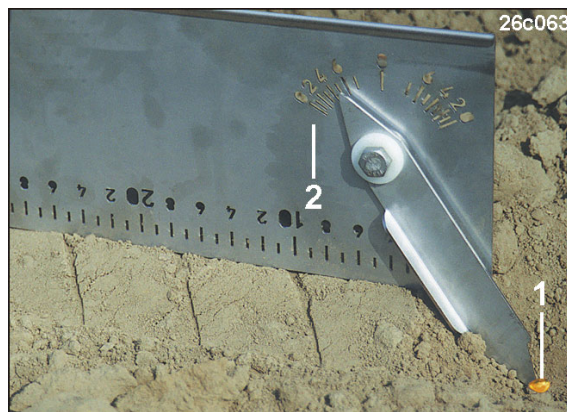

Рис. 175
3. Разместите универсальное приспособление для проверки заделки (Рис. 175) горизонтально на земле.
4. Приложите острие стрелки (Рис. 175/1) к семеню и считайте глубину заделки на шкале (Рис. 175/2).